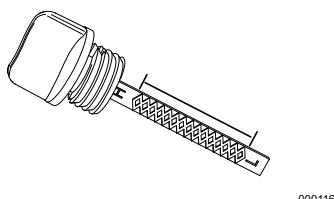

Figura 4-2. Intervalo de funcionamiento seguro
- Enrosque la varilla de medición dentro de la garganta de llenado. Retire la varilla de medición y verifique si el nivel de aceite está dentro del intervalo de funcionamiento seguro. Vea la Figura 4-2.